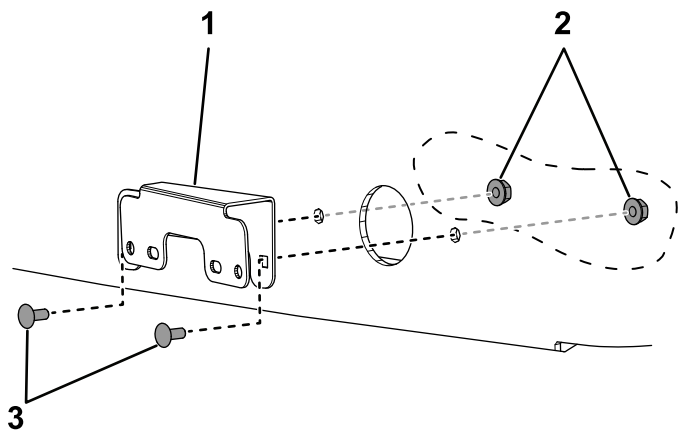

Figura 23
3. Instale os 2 suportes de de sinalização de mudança de direção usando 4 parafusos de carroçaria (n.º 10 x 1/2 pol.) e 4 porcas de bloqueio (n.º 10) (Figura 23).